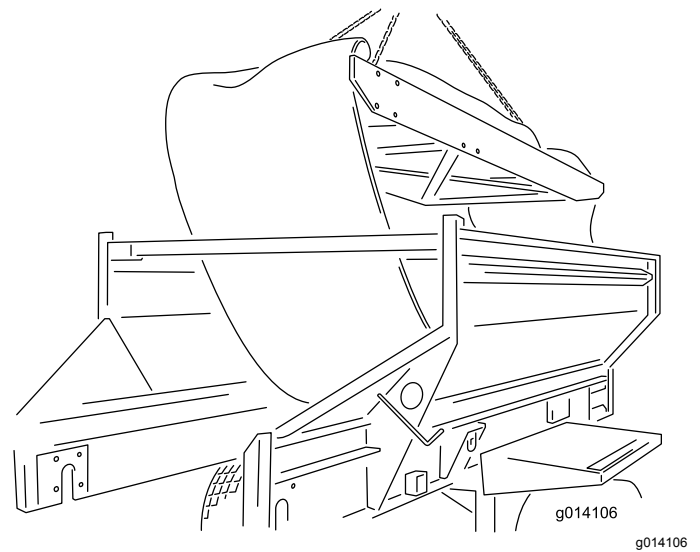

Figure 60
24. Déposez la cassette en la soulevant au dessus de la machine. Placez-la sur le sol (Figure 60).